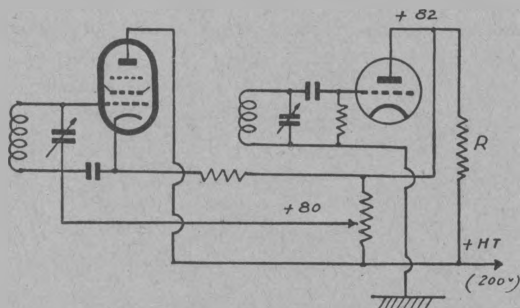

Fig. 32. — Antifading sur détection-grille.
a) *Détection-grille et détection par courbure* (détectrice à réaction et détection de puissance). — Bien que l'antifading ne soit pas impossible avec ces détecteurs, il est beaucoup plus simple de les remplacer par la détection diode, comme décrit plus loin. Le fonctionnement sera plus sûr que celui d'un antifading avec détection-grille, dont nous donnons néanmoins le schéma figure 32. On voit que la grille de la pentode est au même potentiel que l'anode de la détectrice (moins deux ou trois volts pour éviter le courant de grille), ce qui s'obtient par un potentiomètre. Un